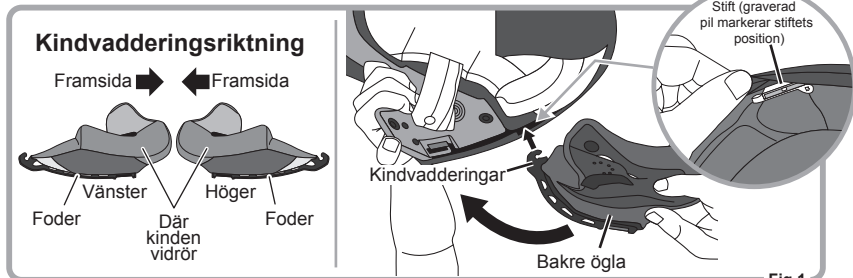

Fig.1
1. Kontrollera kindvadderingarnas sidor. Haka i den bakre ögla på kindvadderingen på stiftet inuti hjälmen (Graverad pil indikerar stiftets position inne i hjälmen.) (Fig. 1)